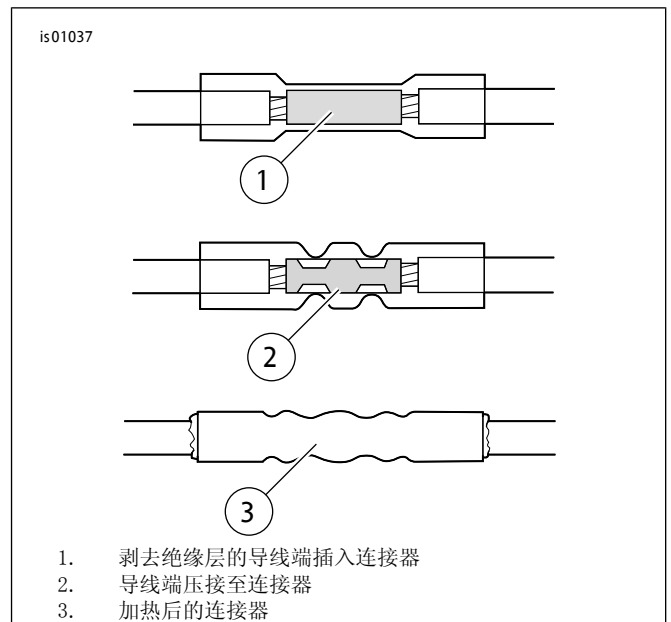

图9。密封拼接连接
- e. 参见图9。将一条切断的橙色/白色导线插入拼接连接器一端。将另一条橙色/白色导线连同适配器线束上的红色导线插入拼接连接器另一端。
- d. 参见图9。将步骤4b中的橙色/白色导线插入密封拼接连接器一端。
- e. 参见图9。将适配器线束中的红色导线插入密封拼接连接器另一端。